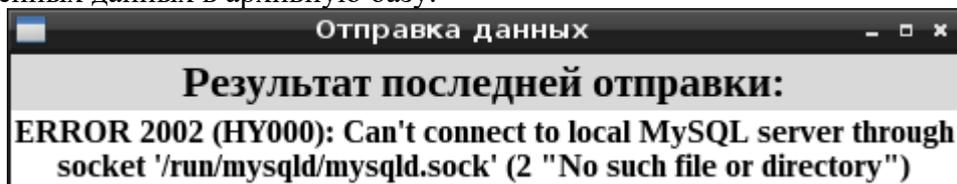

Рисунок 4: Окно статуса отправки архивных данных.
- Окно модуля сохранения архивных данных. Отображает статус последней выполненной операции отправки данных на SQL-сервер (рисунок 4)
2. В открывшейся в окне браузера форме (рисунок 4) заполнить поля запроса. Для отчётов «Журнал работы» и «Журнал настройки» достаточно установить начальную и конечную дату-время. Для вывода показаний датчиков и построения графиков необходимо также выбрать категорию датчиков, интервал выборки данных и, по нажатию кнопки «Отправить», в открывшейся в правом фрэйме этого же окна форме, выбрать требуемые датчики. Для этого, при помощи манипулятора «мышь» выделить в списке «Величины» необходимые и нажать кнопку «Выбрать>>>». Выбранные для отчёта отображаются в списке «Выбрано», из которого можно удалить ненужные аналогичным образом, используя кнопку «<<<<Отменить».